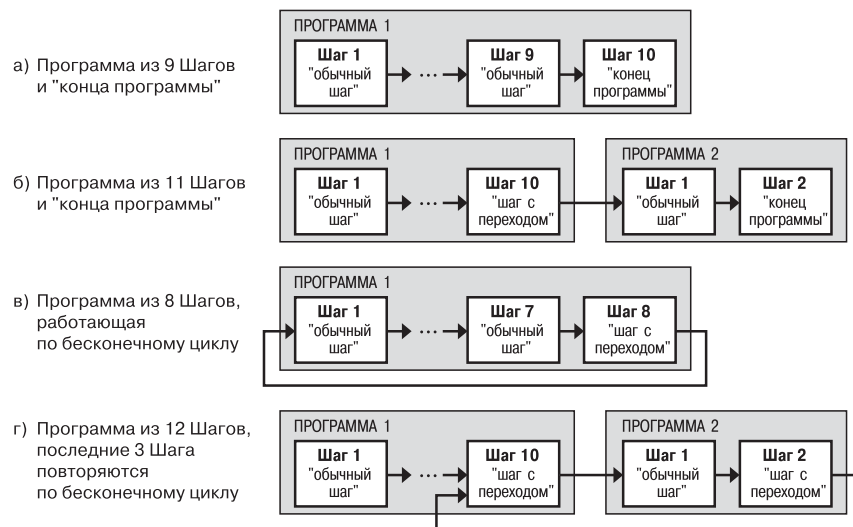

Рис. 3. Примеры Программ, которые можно реализовать с помощью различных типов Шагов
- Программу, состоящую более чем из 10 Шагов (рис. 3, б, г);
- Программу, работающую по бесконечному циклу (рис. 3, в, г).
Нециклическая Программа в ТРМ151-07 (рис. 3, а, б) состоит из последовательности «обычных шагов» и «шагов с переходом», которая заканчивается Шагом типа «конец программы».